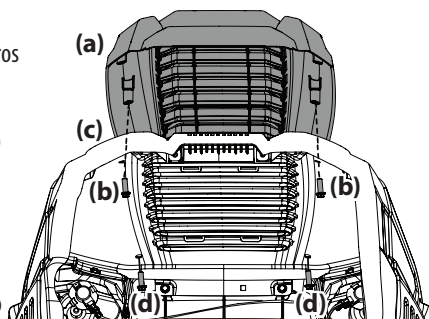

Figura 5
2. Asegure la tapa del capó atornillada (a) desde abajo, ajuste a mano los tornillos (b) que están en la mitad trasera del capó y luego apriete los tornillos con firmeza. Consulte la Figura 5.
3. Con los tornillos traseros en su lugar, alinee los orificios de la tapa del capó (a) con los orificios del capó (c) y fije en su lugar con los restantes dos tornillos (d). Consulte la Figura 5 en la página 7.